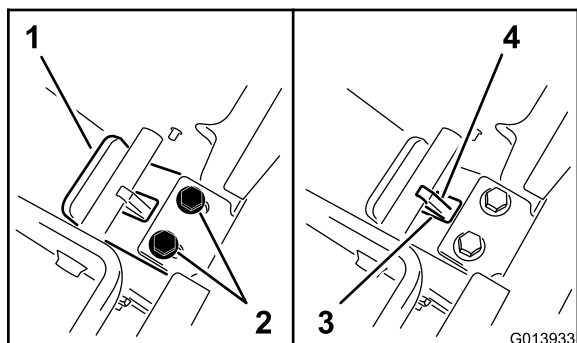

図 12
5. バックプレートへの圧力を保持したまま、トングを手前にスライドさせてトングプレートのリップをクロスバーに接触させる 図 12。